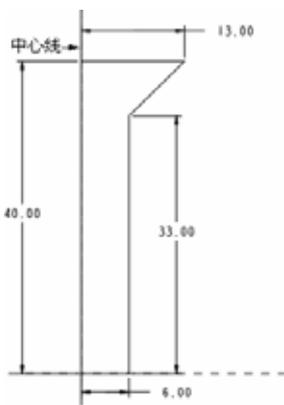

图 33-2
- (1) 单击特征工具栏中的 ，打开旋转特征操控板。
- (2) 单击 ，打开【剖面】对话框。
- (3) 选择 FRONT 基准面为草绘平面，单击【草绘】按钮，进入草绘工作环境。
- (4) 使用  绘制一条中心线作为旋转轴，使用 ，在中心线一侧绘制旋转截面，如图 33-2 所示。